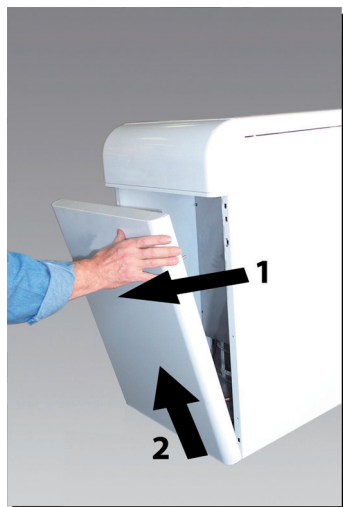

fig. 7 - Deschiderea panoului anterior
Pentru a deschide panoul anterior al centralei, vezi succesiunea indicată în fig. 7.
- Scoateți panoul anterior al centralei (fig. 7).